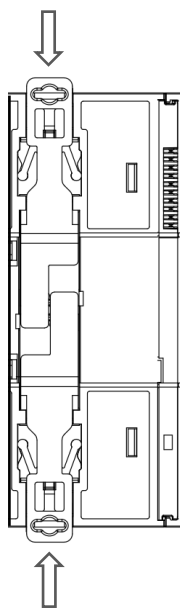
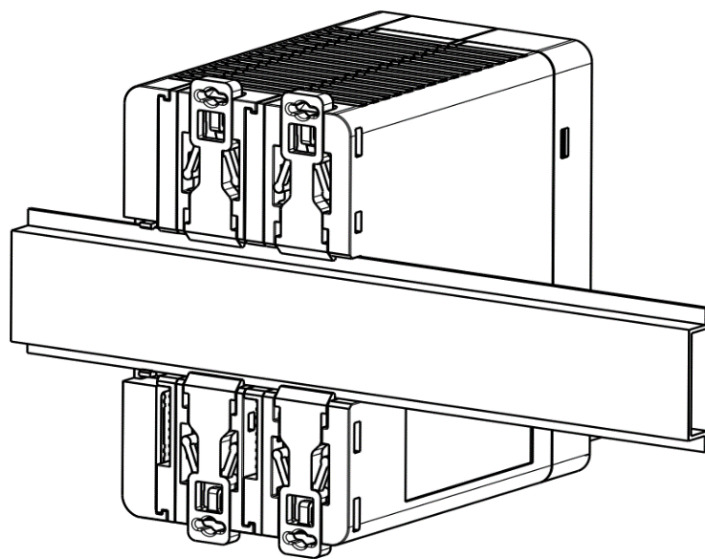

图 3-9 导轨卡扣向内侧推动
图 3-10 导轨卡扣固定后效果
(3) 先安装耦合器。将其沿着安装槽的上沿水平扣入导轨上沿，然后用力按压，确保产品紧嵌在 DIN35 导轨上，且没有歪斜现象；如图 3-9，将耦合器底部两侧的导轨卡扣向内侧推动，使之与导轨紧密配合以确保锁紧，固定效果如图 3-10；